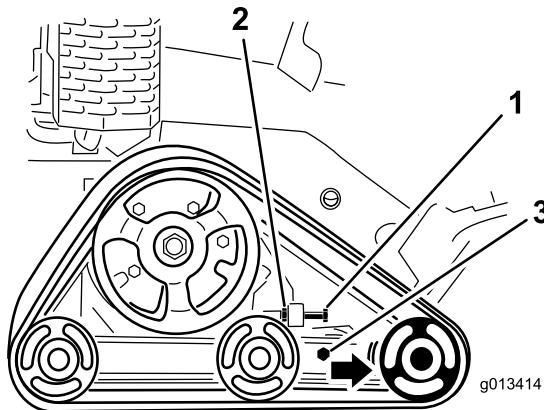

Figura 43
3. Desaperte a porca de bloqueio no parafuso de tensificação da lagarta e os parafusos no braço de tensão (Figura 43).
4. Aperte o parafuso de tensificação para 32,5 a 40 N·m para esticar a lagarta (Figura 43).
4. Abra o parafuso de tensionamento e a porca de bloqueio (Figura 43).
5. Desaperte os parafusos (Figura 43).